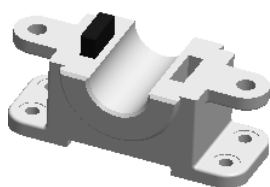
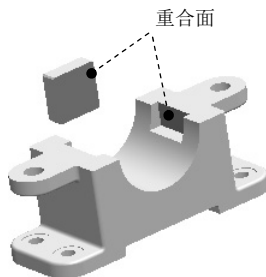

图 7.11.6 添加楔块零件
图 7.11.7 选取重合面
⑤ 单击“配合”对话框的  按钮，完成零件的定位。
Step4. 添加如图 7.11.6 所示的楔块并定位。
(1) 隐藏轴套零件。在设计树中右击  sleeve<1>，在系统弹出的快捷菜单中选择  命令。
(2) 引入零件。选择下拉菜单 **插入(I)** → **零部件(P)** →  **现有零件/装配体(E)...** 命令，在系统弹出的“打开”对话框中选取 chock.SLDPRT，单击  按钮；将零件放置于图 7.11.7 所示的位置。
(3) 添加配合，使零件完全定位。
① 选择命令。选择下拉菜单 **插入(I)** →  **配合(M)...** 命令（或在“装配体”工具栏中单击  按钮），系统弹出“配合”对话框。
② 添加“重合”配合。单击“配合”对话框中的  按钮，选取如图 7.11.7 所示的两个面为重合面，单击快捷工具条中的  按钮。